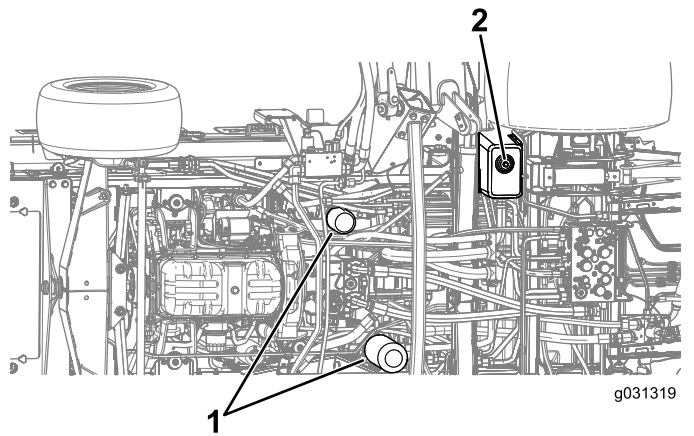

Figure 135
4. Retirez le bouchon de vidange situé sur le côté du réservoir et laissez couler l'huile dans le bac de vidange (Figure 135).
7. Placez un bac de vidange sous le filtre et enlevez le filtre (Figure 135).